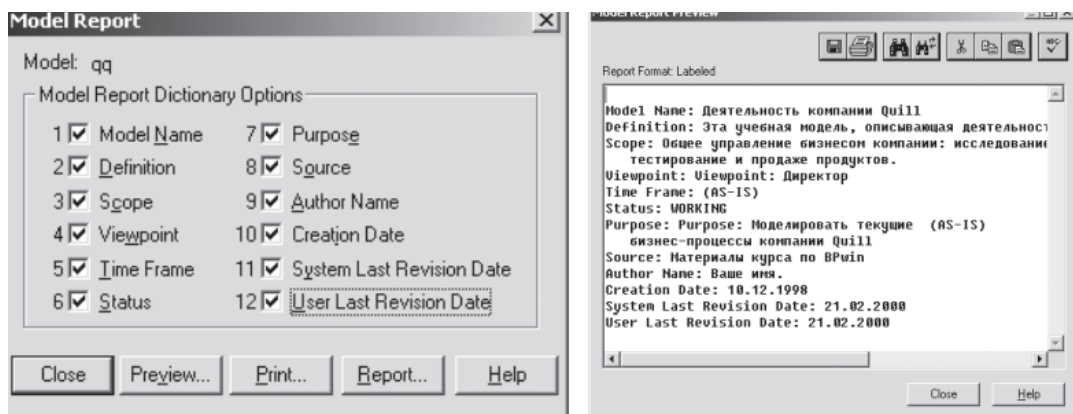

Рис.2. Отчет ModelReport
20. Создайте отчет по модели. Меню Tools/Reports/Model Report... (на рис.2 представлены закладка установок отчета и сам отчет.)